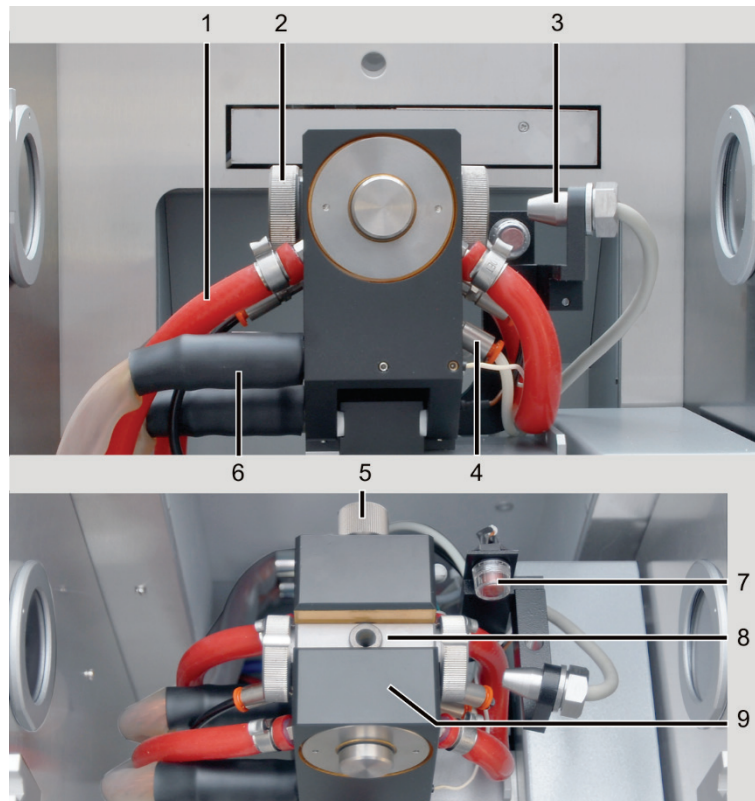

Bild 7 Graphitrohrfurnen im Probenraum
Ein Sicherheitskreis schützt das novAA 800 bei einer möglichen Kommunikationsstörung zwischen Steuerung (PC) und AAS vor fortgesetztem, unkontrolliertem Heizen des Graphitrohrens. Der Temperatursensor ist an der Rückseite des feststehenden Ofenteils angebracht (5 in Bild 7). Der Sicherheitskreis schaltet die Netzversorgung des Gerätes bei einer Kühlwassertemperatur von $\geq 100\text{ °C}$ ab.